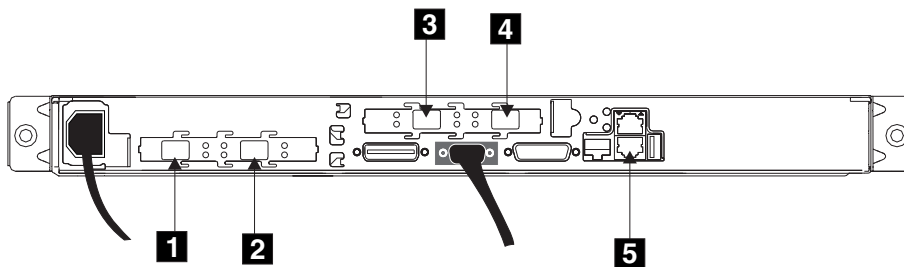

图 34. SAN Volume Controller 背部的接口
- 将以太网电缆连接到以太网端口 1，编号 **5**（请参阅第 32 页的图 34）上。
2. 将光纤通道电缆按照客户的配置要求连接到光纤通道接口上。这些接口从左到右编号为 **1**、**2**、**3** 和 **4**，如图 34 中所示。这些号码对应于客户的电缆连接表中显示的号码。